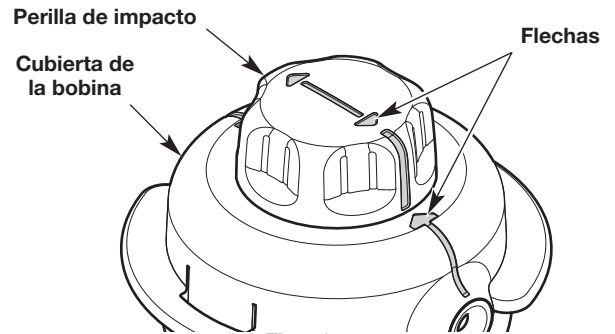

Fig. 18
3. Gire la perilla de impacto para alinear las flechas de la perilla con las flechas de la cubierta de la bobina (Fig. 18).